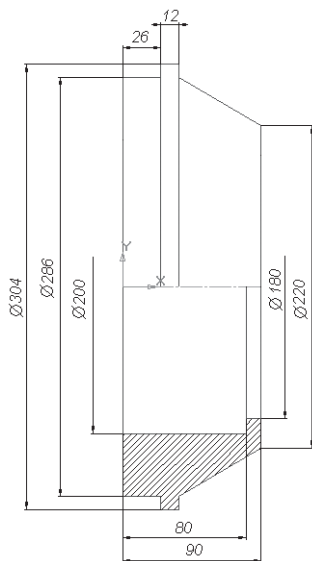

Рис. 205. Ступица
Рассмотрим алгоритм создания детали *Ступица* по ее плоскому чертежу (рис. 205). Проанализировав чертеж, вы заметите, что деталь состоит из тел вращения (двух цилиндров, усеченного конуса и вырезанного отверстия по центру детали состоящего из двух цилиндров разного диаметра) – рис. 207. Чертеж представлен соединением половины вида и половины разреза, т.к. деталь симметричная. Такое изображение дает полную информацию как о внешней геометрической форме детали (рис. 206, а), так и о внутренней (рис. 206, б).
- 1–2 отложите вертикально вверх (см. чертеж детали рис. 205);